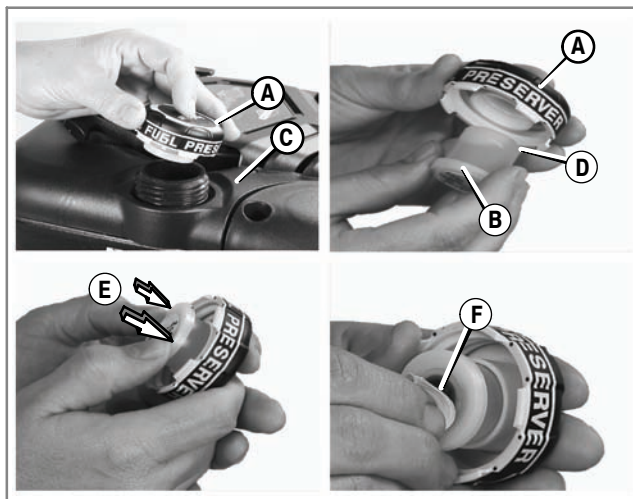

Abb. 5
1. Den Tankdeckel (A) vom Kraftstofftank (C) abnehmen (Abb. 5).
2. Das schmale Ende (D) der Patrone (B) in den Tankdeckel schieben.
3. Die Patrone in den Tankdeckel drücken (E), bis sie einrastet.
4. An der Lasche (F) ziehen, um die Membranabdeckung zu entfernen.